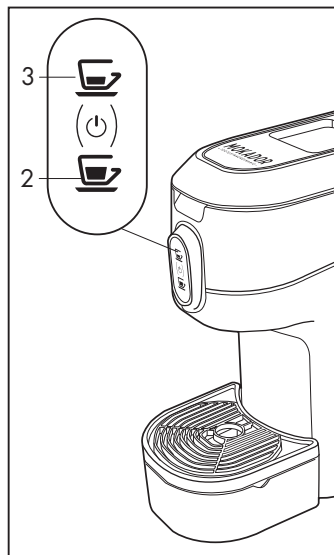

Fig. 4
- Encienda la máquina pulsando uno de los símbolos (2) o (3) o al mismo tiempo los 2 símbolos (2) y (3) (**Fig.4**). Los símbolos (2-3) parpadearán hasta alcanzar la temperatura; cuando los símbolos (2-3) se iluminan de modo fijo, la máquina está lista para el uso.
Para utilizar nuevamente la máquina, pulse un símbolo de dispensación (2-3) y espere que se caliente: los símbolos de dispensación (2-3) parpadearán hasta alcanzar la temperatura; cuando los símbolos (2-3) se iluminan de modo fijo, la máquina está lista para el uso. (**Fig.4**).
La máquina se puede apagar pulsando y manteniendo pulsado al mismo tiempo por 3 segundos los símbolos (2-3) (**Fig.4**).
- Controle que no haya cápsulas en el interior de la máquina y que haya agua en el depósito (8); encienda la máquina pulsando uno de los símbolos (2-3) o al mismo tiempo los 2 símbolos (2-3) (**Fig.4**).